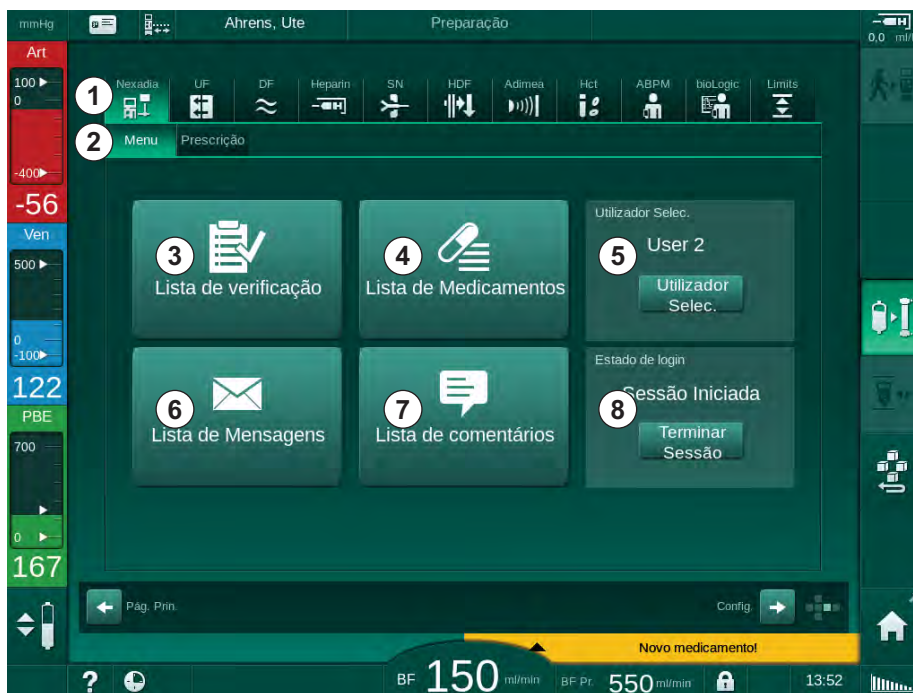

Fig. 11-30 Menu Nexadia no ecrã *Entrada*
Ao utilizar o Nexadia, o equipamento de diálise consegue enviar e/ou receber informações (por ex., mensagens, comentários e listas) entre o equipamento de diálise e o servidor de dados. Existe também uma seleção por parte do utilizador. Essas funções estão presentes no menu Nexadia. Este menu abre-se ao tocar *Nexadia* (Fig. 11-30 , ①) e o botão *Menu* ② no ecrã *Entrada*.